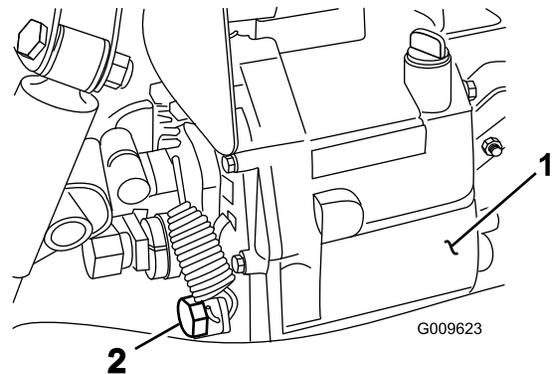

Figura 63
2. Retire el tapón de vaciado del lado del depósito y deje que se drene el aceite hidráulico en el recipiente (Figura 63).